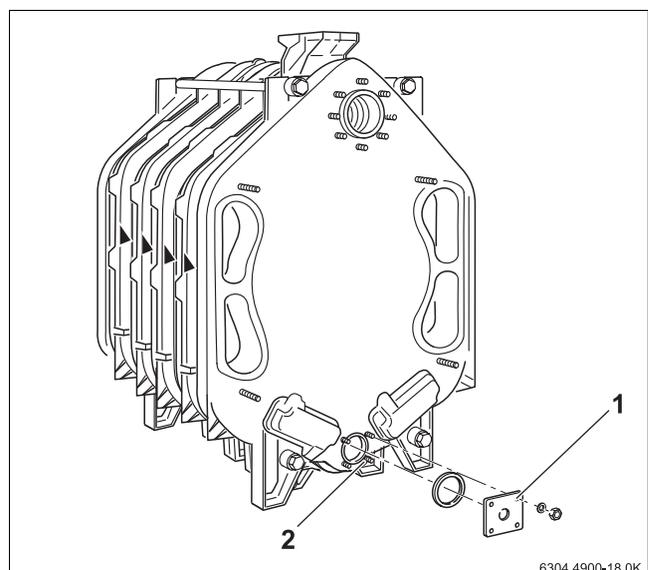

Bild 23 Flansch montieren
- ▶ Wasser am Füll- und Entleerhahn (→ Bild 23,1, Seite 18) vor dem wasserseitigem Anschluss oder bei undichter Nabenverbindung, ablassen.